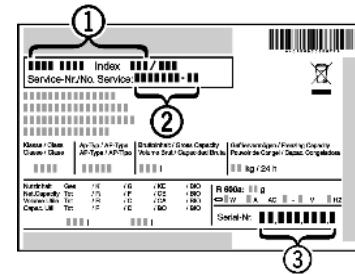

Fig. 13
Fig. 13 (1), servisní číslo Fig. 13 (2) a sériové číslo Fig. 13 (3) naleznete na typovém štítku. Identifikační typový štítek je umístěn na levé vnitřní stěně přístroje.
- Informujte zákaznický servis a sdělte poruku, označení přístroje Fig. 13 (1), servisní číslo Fig. 13 (2) a sériové číslo Fig. 13 (3).